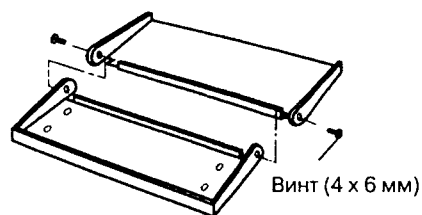

Рис. 10.
1. Соберите кронштейн на временной основе. (Рис.10)